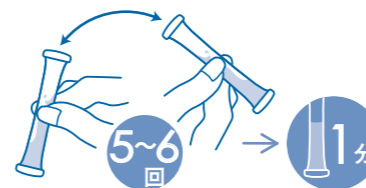

図5
⑤ 液がもれないようにかくく5~6回振り混ぜて、1分間待ち、反応させます。(図5)